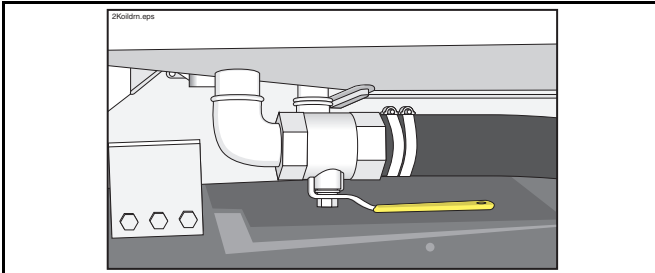

Figura 65
- Purgue el agua de la parte inferior del depósito de aceite hidráulico, abriendo el grifo o la canilla de drenaje situado en la parte inferior del depósito (Figura 65). Coloque una bandeja para drenaje abajo de la manguera de salida, abra la válvula y observe a medida que el líquido sale de la manguera. Cuando el líquido cambie de agua a aceite, cierre la válvula. Debido a la condensación, agravada por los grandes ciclos de calentamiento y enfriado, es normal que haya una pequeña cantidad de agua en el tanque cada día, pero se debe asentar en el fondo del tanque durante la noche. El agua que se drena debe ser clara y el aceite que sigue también debe ser claro, no lechoso.